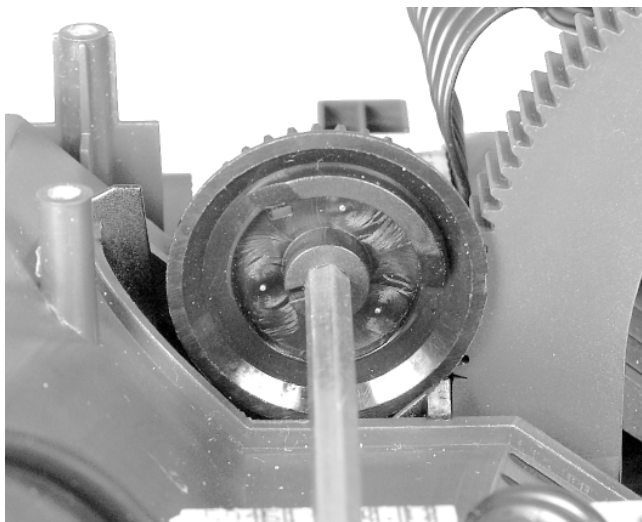

Fig. 24
- **Beim Wiedereinbau darauf achten, daß bei geschlossenem Display das Zahnrad **H** auf der Antriebsseite so steht wie in Fig. 24 zu sehen!**
- **When reassembling the Mechanics the gear wheel **H** on the drive side is in the position shown in Fig. 24 when the display is closed!**